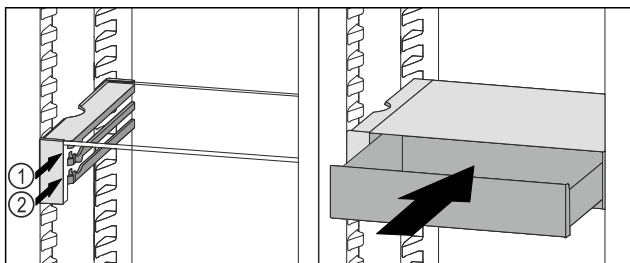

Fig. 109
- A VarioSafe-fiókot az ütközők mögött helyezze a kívánt bordára a Fig. 109 (1) vagy Fig. 109 (2) szerint.